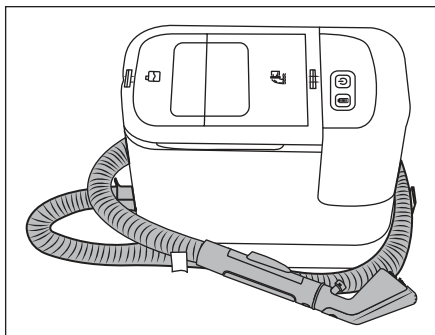

Bild 10
- ℹ **Observera:** (1) Töm vattentanken 2 om du inte ska använda produkten på länge. (2) Produkten ska vara ren när den ställs undan. Följ beskrivningen i kapitel **Rengöring och skötsel**.
- ♦ Dra ut slanghållaren **15** ur produkten. Lagg spray-/sugslangen **19** runt produkten. Använd då slanghållarna **15/16** (se bild 10).